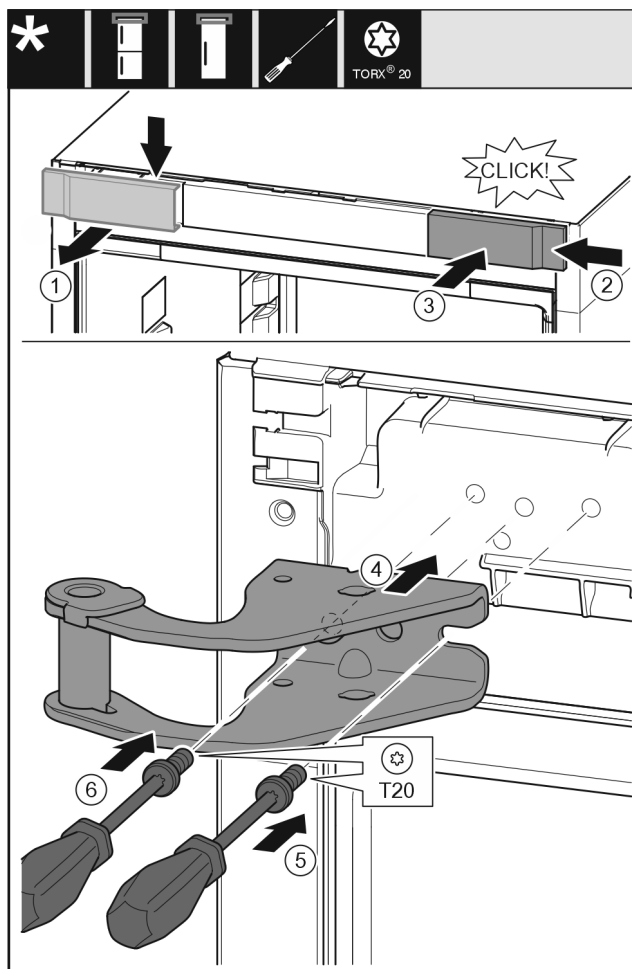

Fig. 32
- Odeberte kryt Fig. 32 (1) shora dopředu.
- Kryt Fig. 32 (2) otočený o 180° zavěste na druhé straně zprava.
- Zaklapněte kryt Fig. 32 (3).
- Nasad'te horní stojan ložiska Fig. 32 (4).
- Šroubovákem nasad'te šroub Fig. 32 (5) a utáhněte.
- Šroubovákem nasad'te šroub Fig. 32 (6) a utáhněte.